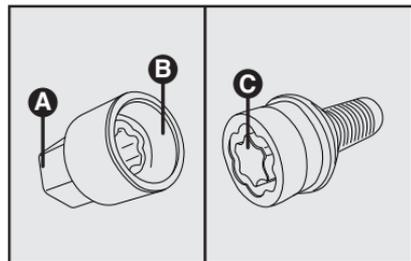

fig. 4
Algunas versiones poseen dispositivo antirrobo para las ruedas, con un tornillo especial **C-fig. 4** y una llave específica **A-fig. 4**.
Para sacar el tornillo especial, quite de la bolsa portaherramientas la llave específica (o en local opcional en el vehículo) **A-fig. 4**, que desbloquea el mecanismo antirrobo.
El desbloqueo de la rueda se debe realizar encajando la extremidad **B-fig. 4** de la llave en el encaje **C-fig. 4** del tornillo especial de sujeción de la rueda. En la extremidad de la llave se debe encajar la llave de rueda suministrada con el vehículo.
**NOTA: con la llave A-fig. 4 se entrega una hoja impresa con los datos característicos de la misma. Guárdela en local seguro, por si hay necesidad de reposición. Cada llave posee una serie de combinaciones posibles.**